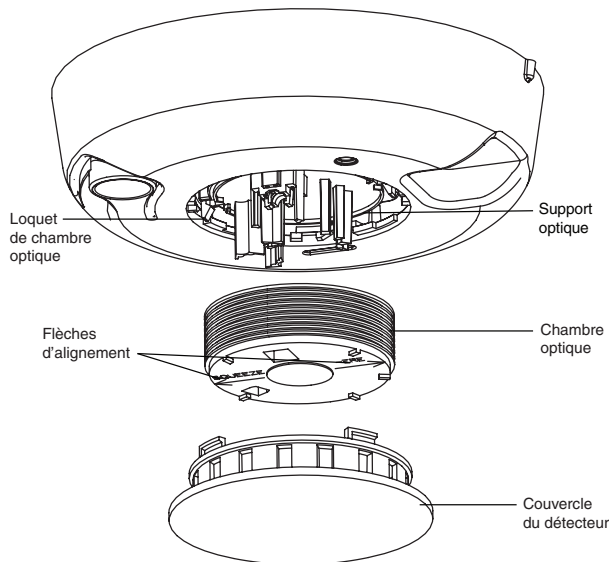

Figure 5. Pièces du détecteur de fumée
- Pincer la chambre optique à l'endroit indiqué, la soulever et la sortir du support optique puis la jeter. Voir la figure 5.